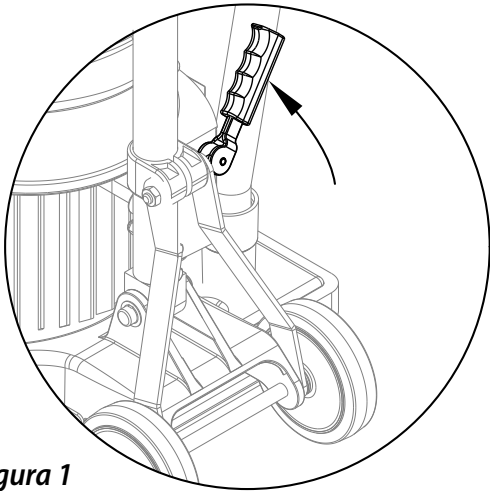

Figura 1
- 2 Eleve y bloquee la manija en posición vertical. Para trabar el mango, tire hacia arriba de la palanca de compresión de liberación del mango (Consulte la Figura 1).